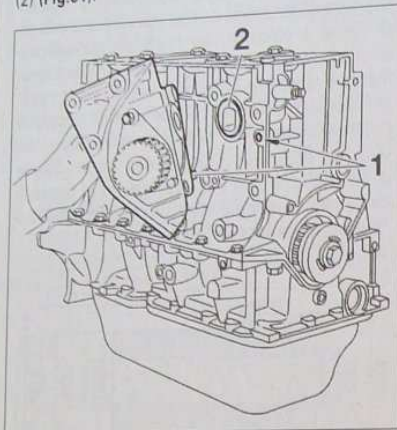

FIG.61
- reposer le support de la pompe à eau après s'être assuré de la présence de sa douille de centrage sur le carter-cylindres (1) et remplacé son joint torique (2) (Fig.61).